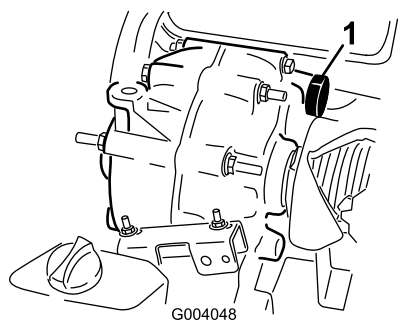

Figure 58
7. Versez par le trou du bouchon de remplissage du réservoir (Figure 58) environ 1,4 litre du liquide spécifié ou la quantité de liquide nécessaire